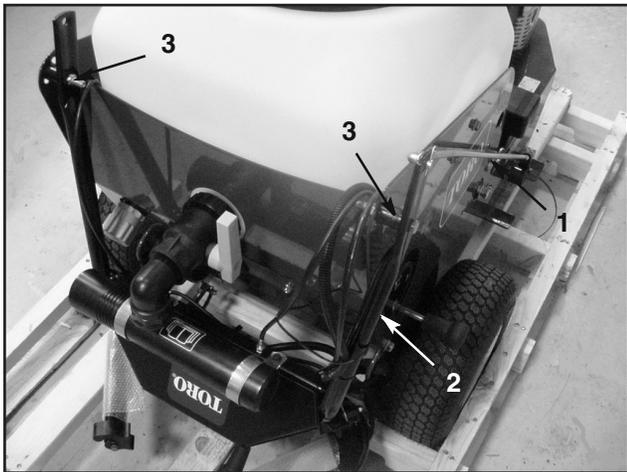

図2
1. シフト・ロッドを出荷用に固定しているヘアピン・コッター、ワッシャ、ケーブル・タイを外す(図2)。ヘアピン・コッターとワッシャは、シフト・ロッドを取り付ける際に使用するので捨てないこと。
2. ハンドルをタンク・サポートに固定しているボルト(2本)、スペーサとナットを取り外す(図2)。ボルト、スペーサ、ナットは破棄する。